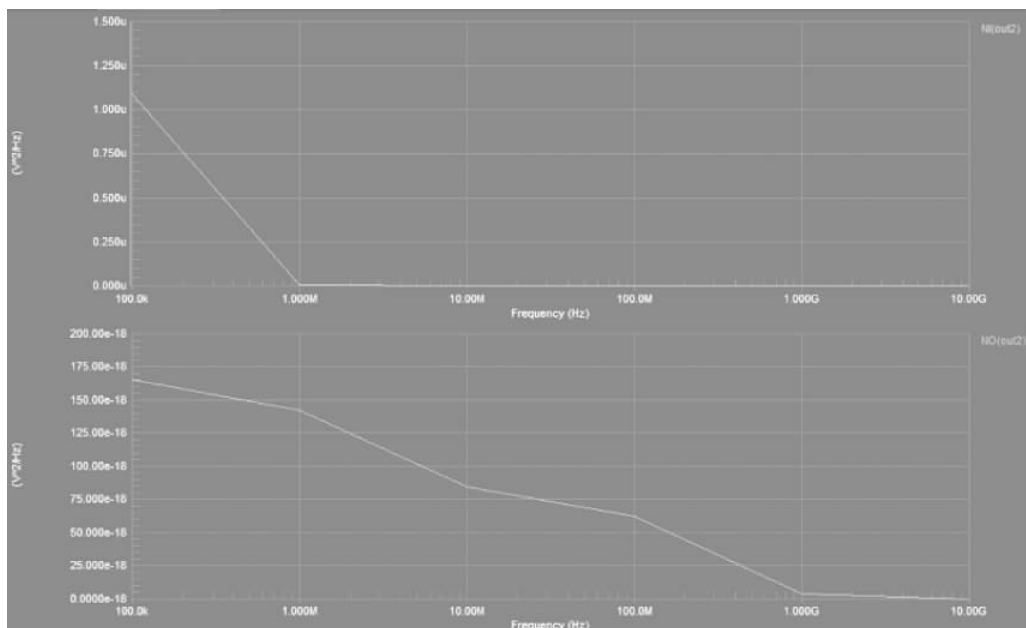

图 3-71 噪声谱密度分布
(3) 可以看到如图 3-71 所示的噪声谱密度分布图。
(4) 保存工程文件, 将其保存到 noise_analysis 目录下(根据实际情况保存到其他目录下), 退出该设计工程。